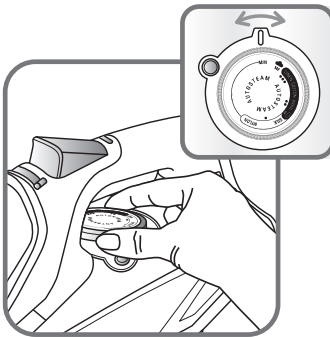

fig.3
- Placez le thermostat **fig.3** sur la position minimale (min).